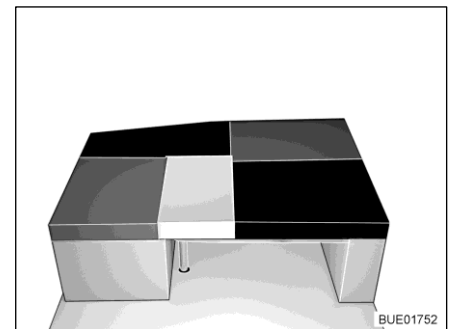

Fig. 163 Après la transformation
- Poser le coussin de dossier du siège latéral/de la banquette latérale sur la table (entre le coussin d'assise du siège latéral/de la banquette latérale et le coussin supplémentaire, voir Fig. 163).